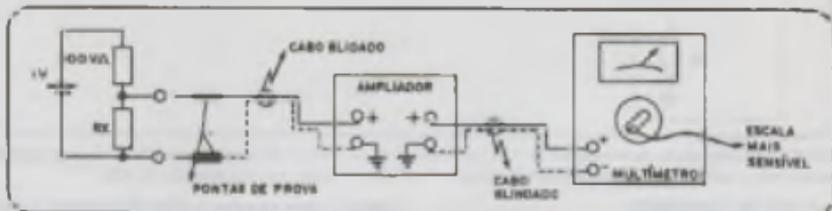

FIGURA 8: Configuração da montagem para calibração do "Amplificador de Escala".
2) A figura 8 ilustra o arranjo que deve ser feito para a calibração do aparelho. A tensão contínua de 1 V pode ser fornecida tanto por uma fonte de alimentação de tensão ajustável ou então para aqueles que não a possuem, por uma pilha comum (tipo lapiseira). Lembrem-se que estas pilhas depois de gastas nunca fornecem uma tensão de 1,5 V em seus terminais, portanto é fácil conseguir a tensão de 1,0 V. Basta para isto pegar uma pilha nova e ir gastando-a gradativamente colocando seus polos em curto, até atingir 1,0 V.
- Inicialmente acople a entrada do multímetro a saída do amplificador, tomando o cuidado para não inverter a polaridade dos terminais de entrada e saída dos instrumentos (vide figura 8).
d) Conecte agora a entrada do amplificador (pontas de prova) às saídas do divisor resistivo, como mostra a figura 8, e ajuste P2 para que a agulha do multímetro sofra deflexão máxima. No nosso exemplo inicial seria 0,25 V.